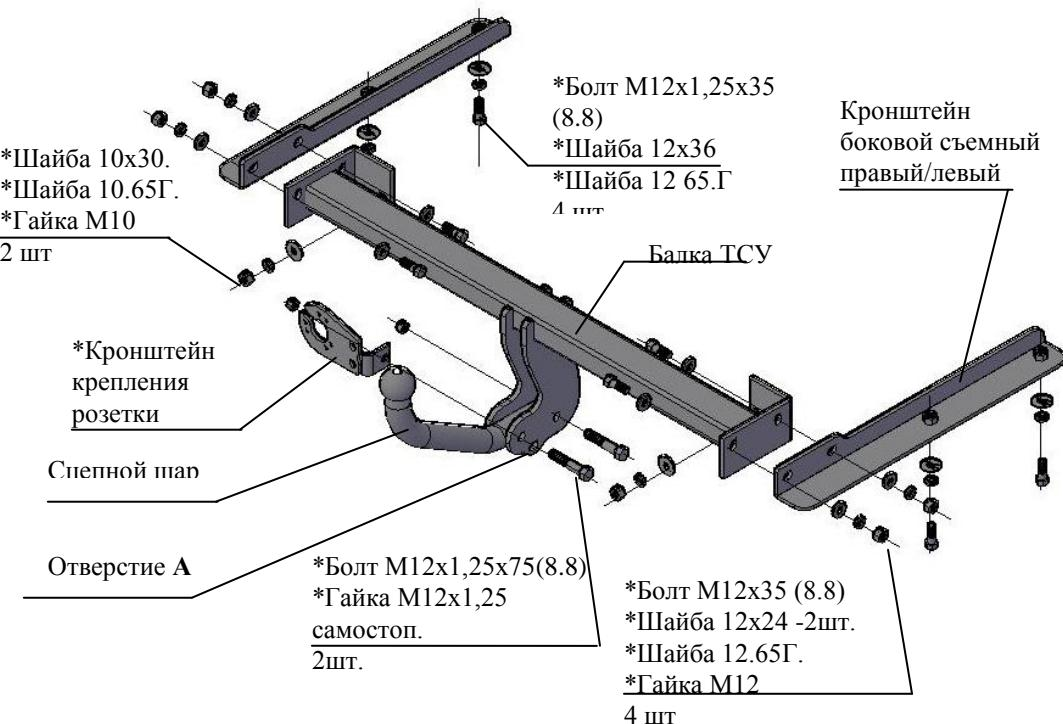

Рис.1 Тягово-сцепное устройство 9930
2.1 ТСУ 9930 в сборе (рис.1)	1 шт.
2.2 Пакет с комплектующими (см. рис.1) Защитный колпак	1 шт.
4.3 Установить боковые съемные кронштейны ТСУ (правый и левый соответственно рис.1) внутрь лонжеронов а/м, закрепить к нижним полкам лонжеронов болтами M12x1,25x35, (используя приварные гайки), под головки болтов подложить шайбы 12.65Г и шайбы 12x36. Крепеж не затягивать.